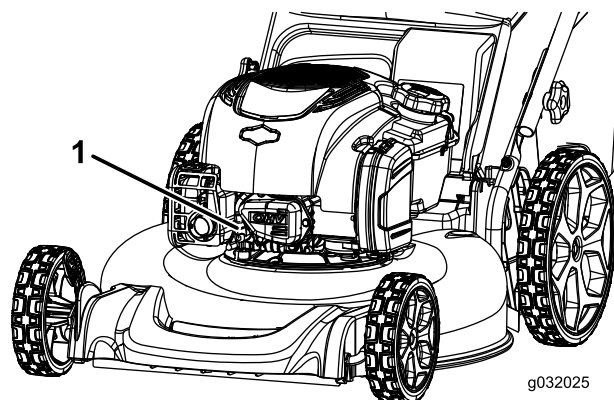

Figura 18
2. Desconecte el cable de la bujía (Figura 18).